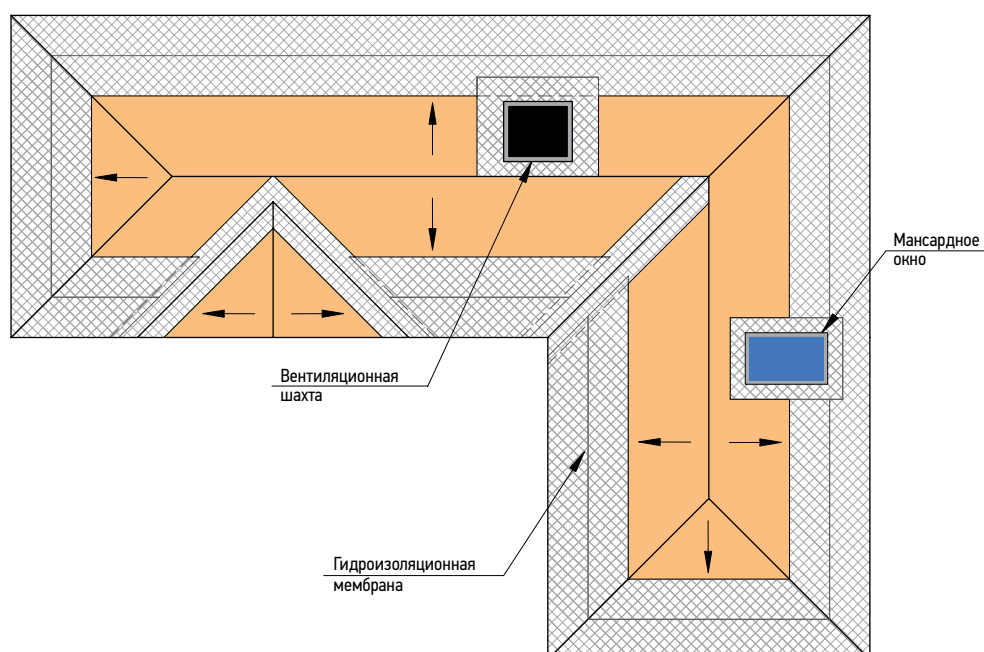

Рис. 2.21. Гидроизоляция отдельных участков крыши
**При уклоне скатов крыши более 30 градусов** подкладочный ковер достаточно уложить в ендовы, по карнизу (не менее двух рядов), вокруг дымоходных труб, вентиляционных шахт, мансардных окон, а также в других местах вероятного скопления снега и образования льда (рис. 2.21).